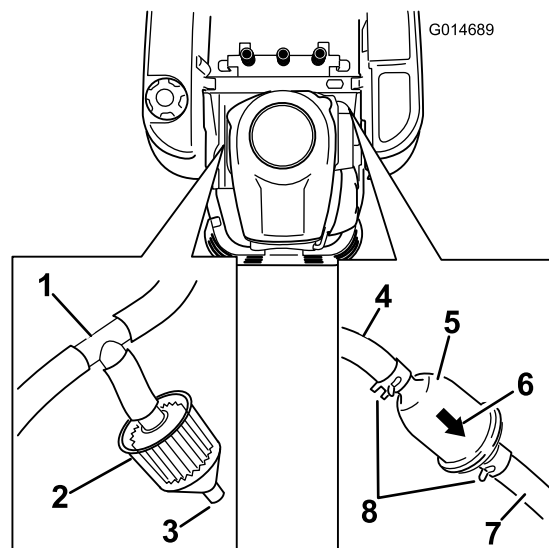

Figure 36
3. Soulevez le siège et localisez les filtres à carburant, comme illustré à la Figure 36.
4. Pincez les extrémités des colliers et faites glisser ceux-ci pour les éloigner du filtre (Figure 36).
6. Montez un filtre neuf en veillant à pointer la flèche indiquant le sens d'écoulement vers le moteur. Rapprochez les colliers de flexibles du filtre (Figure 36) pour le fixer en place.
Certaines machines sont équipées d'un filtre antipollution (Figure 36) qui est monté sur un raccord en T sur la conduite de dégazage venant du réservoir de carburant. Le filtre est conçu avec un orifice ouvert. Examinez régulièrement le filtre. Remplacez le filtre s'il est encrassé ou colmaté.